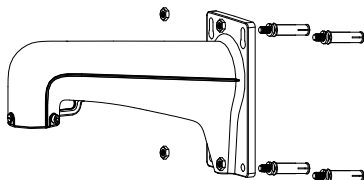
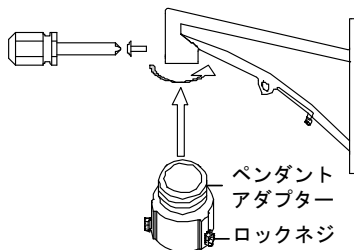
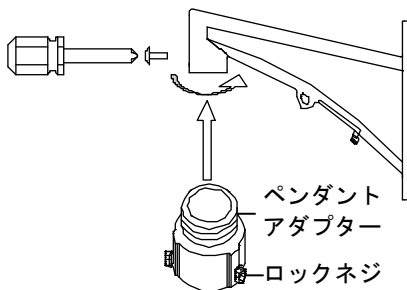

図 2-7 取付金具の固定
図 2-10 ペンダントアダプター
図 2-22 ペンダントアダプター
- 図 2-7 の取付金具はスピードドームシリーズに推奨されているものです。他の取付金具を使う場合はペンダントアダプターが必要です。ペンダントアダプターの寸法は $G1\frac{1}{2}$ です。
- 図 2-7 の取付金具はスピードドームシリーズに推奨されているものです。他の取付金具を使う場合はペンダントアダプターが必要です。図 2-10 を参照してください。
- 図 2-7 の取付金具はスピードドームシリーズに推奨されているものです。他の取付金具を使う場合はペンダントアダプターが必要です。
- 図 2-7 の取付金具はスピードドームシリーズに推奨されているものです。他の取付金具を使う場合はペンダントアダプターが必要です。図 2-22 を参照してください。